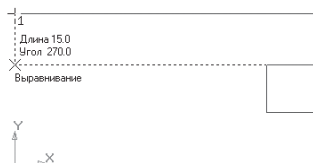

Рис. 37
- повторите предыдущий пункт и выровняйте отрезок по вертикали (рис. 37);